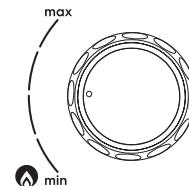

Рис. 4.
- устройства (рис. 4), для того, чтобы из водонагревателя вылилась вся вода;